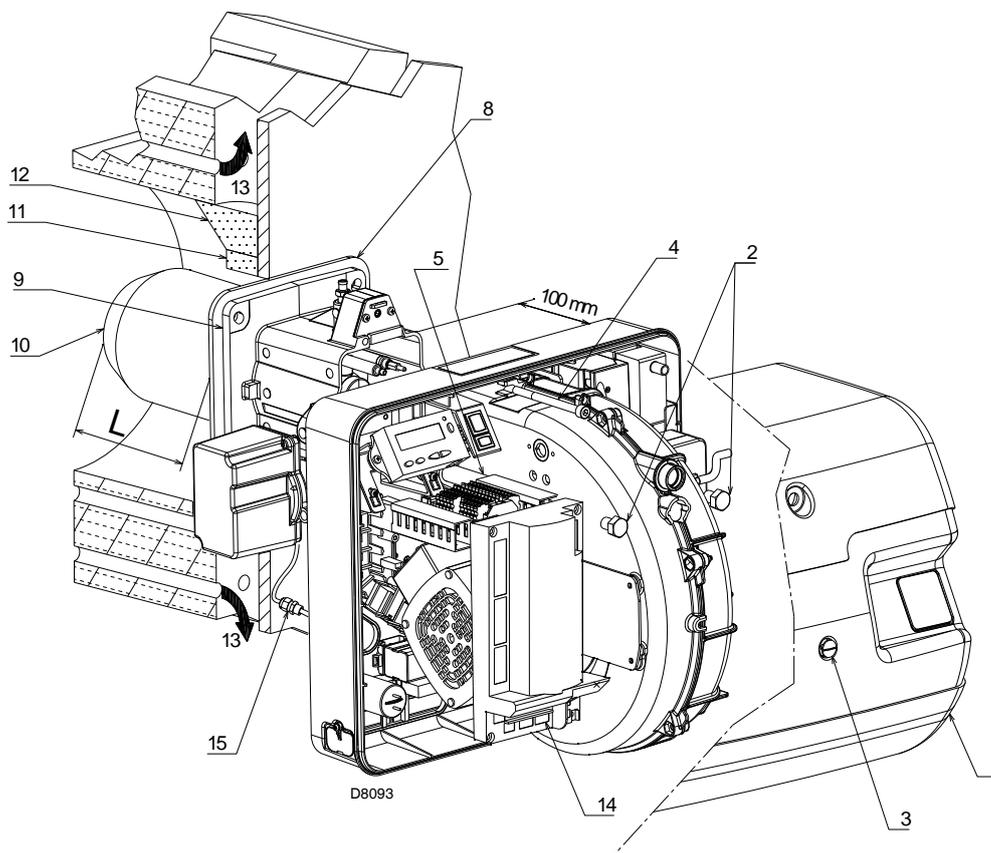

Fig. 12
Per le caldaie con giro dei fumi anteriore (13), eseguire una protezione in materiale refrattario (11), tra refrattario caldaia (12) e bocaglio (10). La protezione deve consentire al bocaglio di essere estratto. Vedere Fig. 12.
Separare quindi la testa di combustione dal resto del bruciatore, Fig. 12.
Fissare la flangia 9)(Fig. 12) alla piastra della caldaia interponendo lo schermo isolante 8)(Fig. 12) dato a corredo.
- rimontare il bruciatore sulle guide 3) a circa 100 mm dal manicotto 4) - bruciatore nella posizione illustrata dalla Fig. 12;
- connettere la spina del servomotore 14)(Fig. 12) ed avvitare il passacavo 15)(Fig. 12);